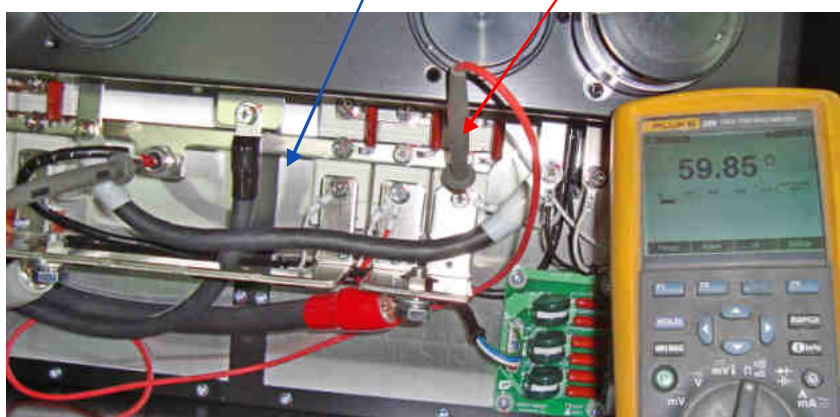

Рис. 4.15.
4.10.4. Проверить резистор предзаряда (рис. 4.15), подсоединяя мультиметр в режиме измерения сопротивления к цепи «R» и к вводу «+ (анод)» диода предзаряда. Показания прибора должны быть в пределах $60 \text{ Ом} \pm 10\%$. При иных показаниях прибора резистор предзаряда считается неисправным и подлежит замене.